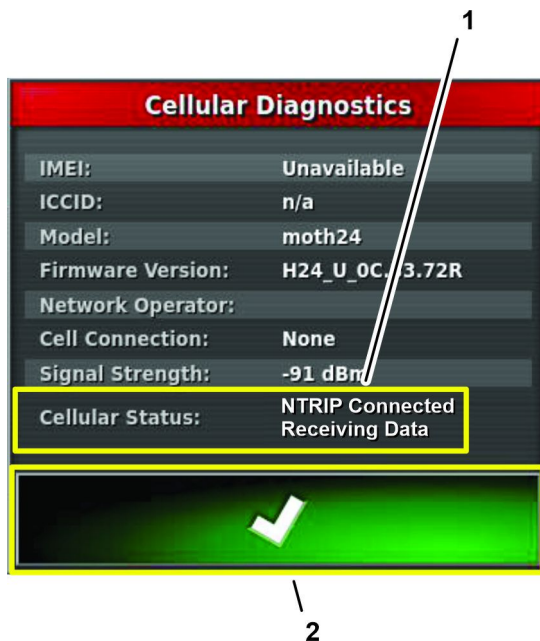

Figure 245
4. Appuyez sur l'icône DIAGNOSTIC DE CELLULE et vérifiez que le champ Cellular Status (état de cellule) affiche N-TRIP CONNECTED RECEIVING DATA N-Trip connecté, réception de données) (Figure 245).